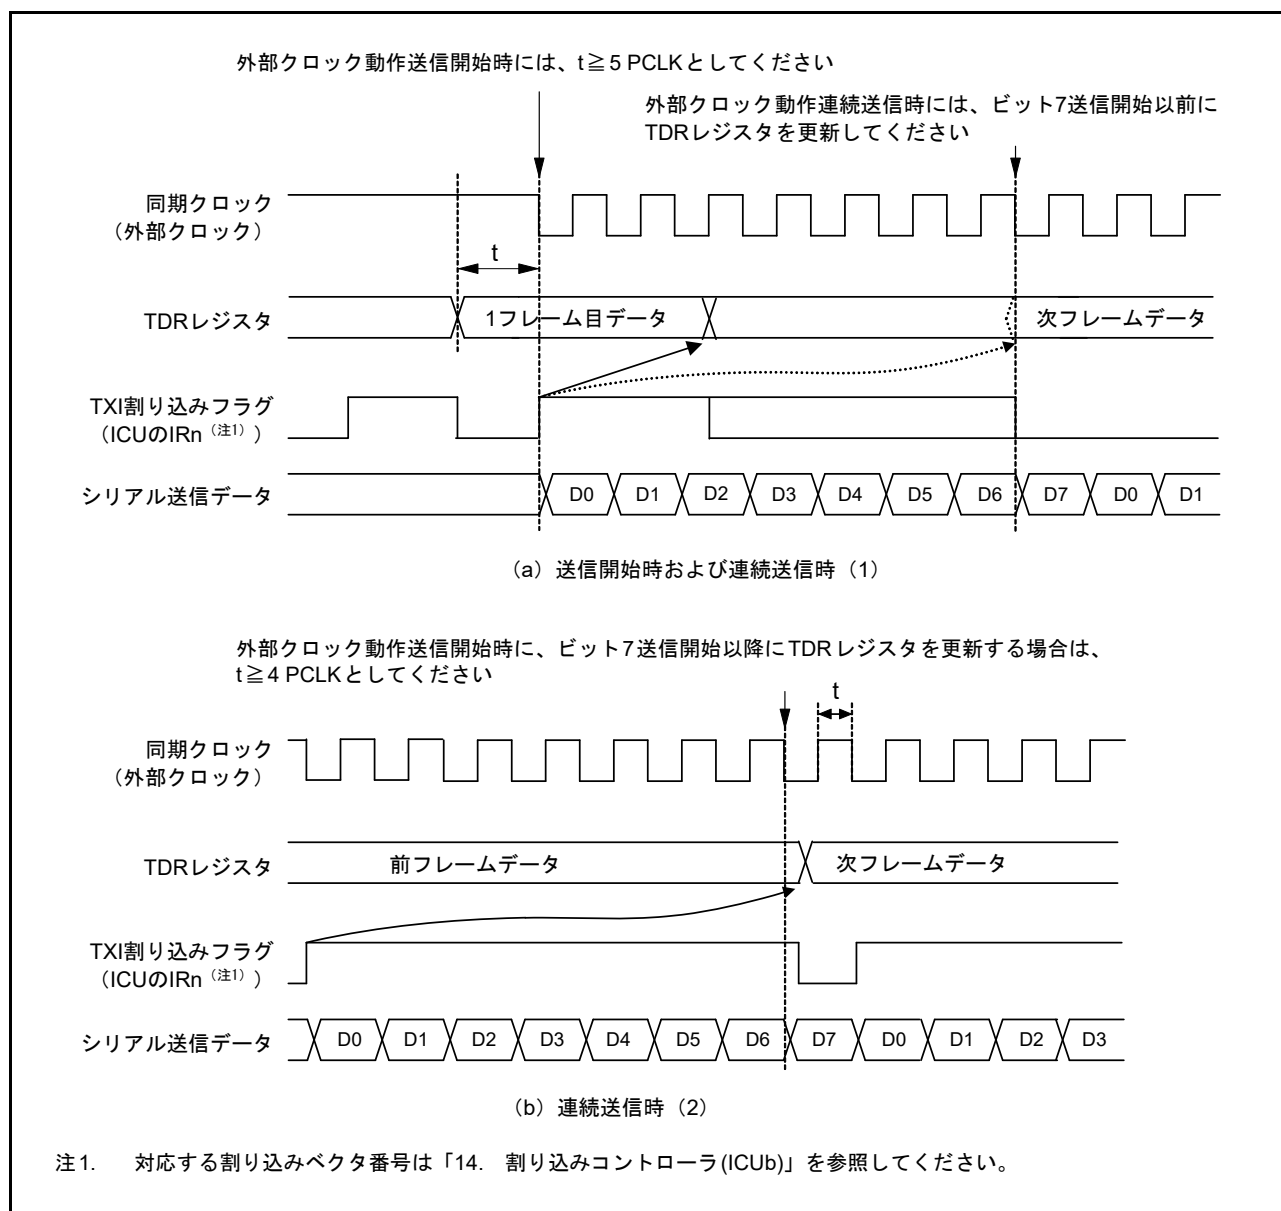

図 28.76 クロック同期式モード送信での外部クロック使用の制約事項
CPU、DMAC または DTC による TDR レジスタの更新後、PCLK で 5 クロック以上経過した後に送信クロックを入力してください (図 28.76 参照)。
(2) 連続送信時
- ビット7の送信クロックの立ち下がり以前に、TDR レジスタまたは TDRL レジスタに次の送信データを書き込んでください (図 28.76 参照)。
- ビット7送信開始以降に TDR レジスタを更新する場合は、同期クロックが Low の期間に TDR レジスタを更新し、かつビット7の送信クロックの High 幅を、4 PCLK 以上にしてください (図 28.76 参照)。